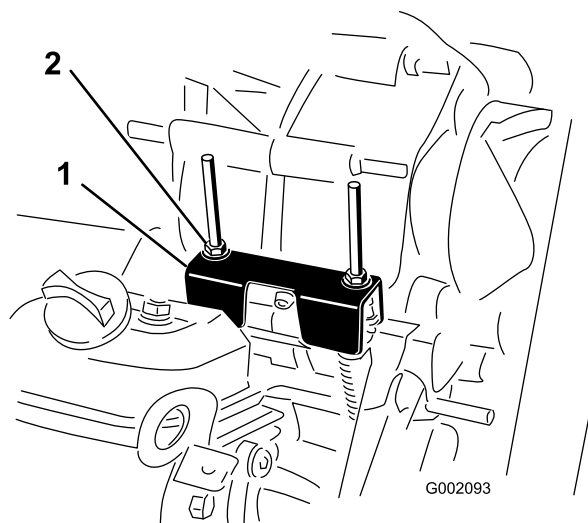

Figure 52
Lors des entretiens courants et/ou des diagnostics du moteur, vous devez sélectionner le POINT MORT (Figure 52). La position POINT MORT de l'inverseur de marche commande le point mort de la boîte-pont. Procédez comme suit pour vérifier que le point mort de l'inverseur de marche actionne correctement le point mort de la boîte-pont :
2. Vérifiez que la patte de réglage du point mort est à la position POINT MORT (au même niveau que le support de fixation du câble situé sous la patte d'inversion de marche) en tournant l'embrayage (Figure 52).
3. Tournez un des contre-écrous (Figure 52) pour obtenir un espace de 0,762 à 1,524 mm entre le bas de l'écrou/la rondelle et la patte de réglage du point mort.